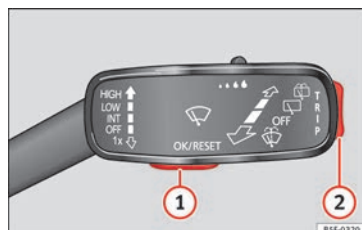
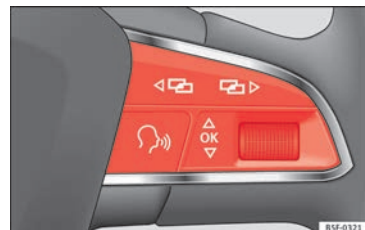

Fig. 29 Voir emplacement sur la Fig. 3
Fig. 30 Voir emplacement sur la Fig. 3
Fonctionnement du volant multifonction à l'aide des boutons » fig. 30 ou avec le levier d'essuie-glace » fig. 29 (si le véhicule n'est pas équipé de volant multifonction).
- ① appuyez pour marquer et confirmer » fig. 29
- ② appuyez sur la commande vers le haut ou vers le bas pour consulter le sous-menu » fig. 29
- **OK**: appuyez pour marquer et confirmer » fig. 30
- **< / >**: appuyez sur la commande pour consulter le sous-menu » fig. 30